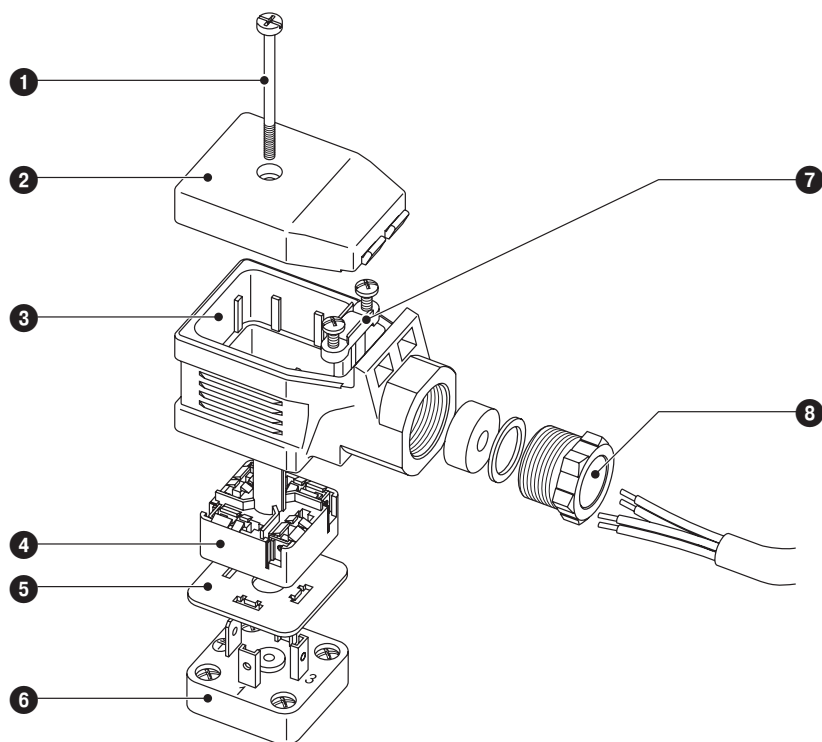

Fig. 10
1. Lösen Sie die Schraube ❶. **Fig. 10**
2. Ziehen Sie das Steckeroberteil ❸ von der Niveauelektrode ab und lassen Sie die Dichtscheibe ❺ auf der Kontaktplatte ❻ liegen.
3. Nehmen Sie den Deckel ❷ ab.
4. Drücken Sie die Anschlussplatte ❸❸ aus dem Steckeroberteil ❸ heraus.